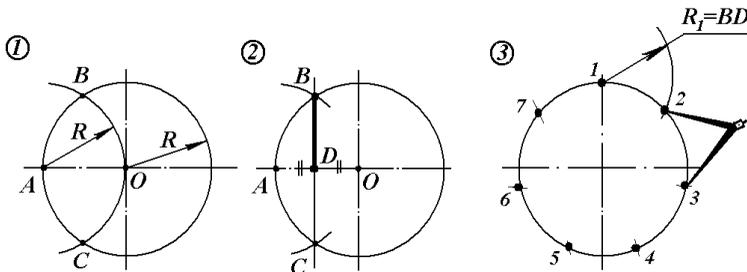

Рис. 29.
- 1) С центром в точке A проводим дугу радиусом R . R - радиус окружности. Получим точки B и C (рис. 29).